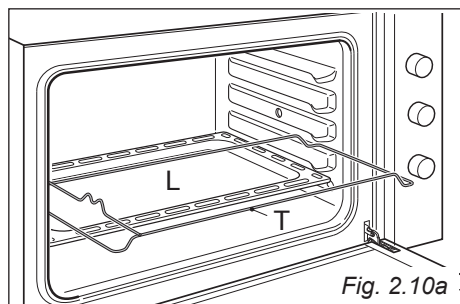

Fig. 2.10a
- Inserire la leccarda "L" nell'ultimo gradino in basso del forno ed inserire il supporto dell'asta "T" nel gradino intermedio (figure. 2.10a - 2.10b).
motoriduttore spostando la lamella di protezione (figure. 2.10a - 2.10b).